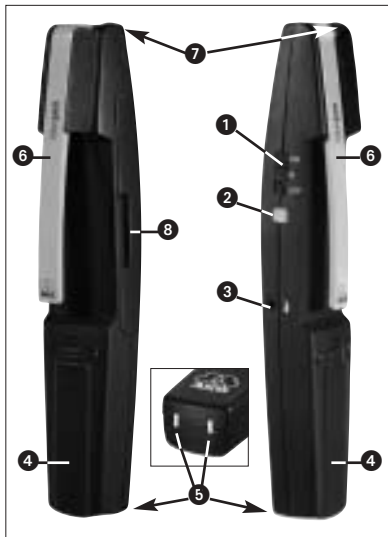

Abb. 1: Bedienelemente MP 40
2.5 Bedienelemente (siehe Abb. 1)